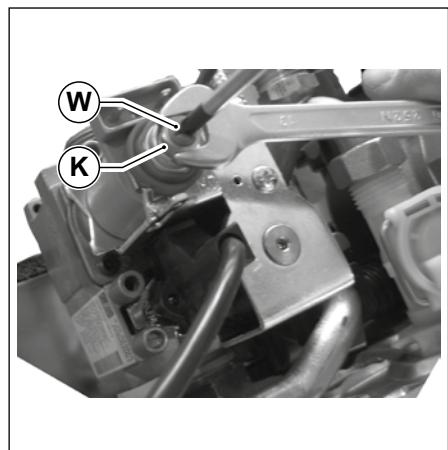

Рис. 26 Регулювання газового клапану
- Обертаючи гайку ПО ГОДИННИКОВІЙ СТРІЛЦІ **K** (дивись Рис. 26 Регулювання газового клапану) збільшується тиск на форсунках; обертаючи її ПРОТИ ГОДИННИКОВІЙ СТРІЛЦІ, зменшуєчи тиск.
- Утримуючи гайку **K** у фіксованому положенні, за допомогою ключа на 10 мм, обертати гвинт **W** ПО ГОДИННИКОВІЙ СТРІЛЦІ, для збільшення тиску; ПРОТИ ГОДИННИКОВІЙ СТРІЛЦІ, для зменшення тиску (дивись Рис. 26 Регулювання газового клапану).